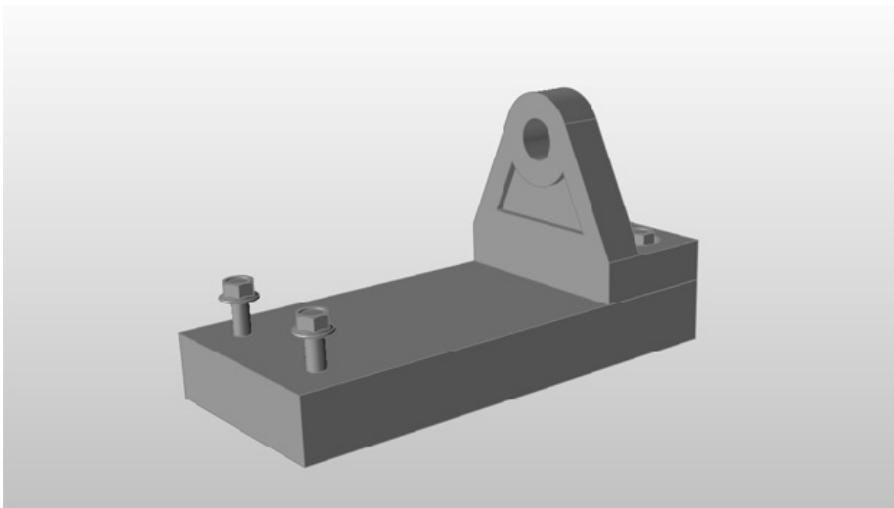

图 2-12
- 4) 用鼠标右键单击退出显示/隐藏模式，被选中对象将隐藏于模型视窗中，如图 2-12 所示。